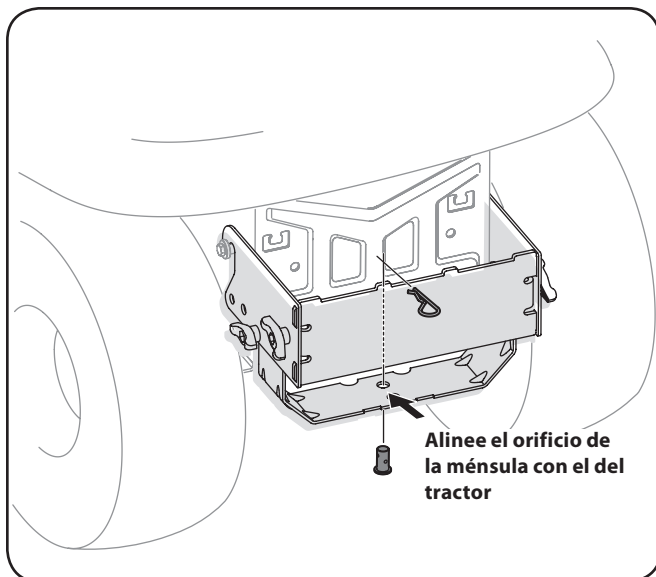

Figura 4-6
2. Instale el pasador de horquilla del paquete de elementos 689-00328A dentro del enganche del tractor y ajuste con un broche de horquilla. Vea la Figura 4-6